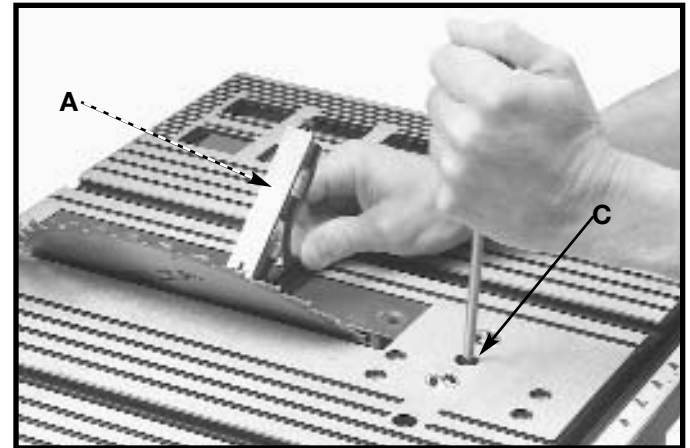

Fig. 32
3. Coloque una escuadra (A) Fig. 32 sobre la mesa y contra la hoja, tal como se ilustra, y revise si la hoja se encuentra a 45 grados a la mesa. Si la hoja no se encuentra a 45 grados a la mesa, afloje el tornillo (C) unas cuantas vueltas y mueva el mecanismo de inclinación de hoja hasta que la hoja quede a 45 grados de la mesa. Ajuste entonces la agarradera de cierre de inclinación de hoja y apriete el tornillo (C) hasta que haga fondo.